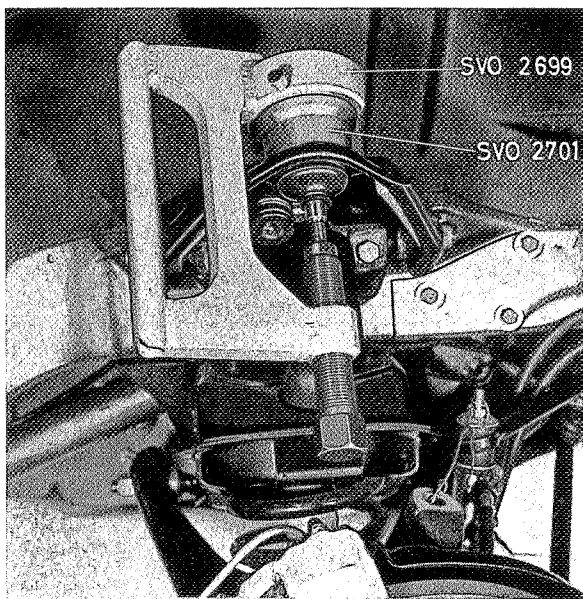

Fig. 6-19. Demontage kogelgewricht, bovenste draagarm
3. Los de moer van het bovenste kogelgewricht op, maar verwijder hem niet. Sla met een hamer op de fusee rondom de tap van het kogelgewricht, totdat dit los komt van de fusee. Verwijder de moer en ondersteun het bovenste deel van de fusee met ijzerdraad om spanning op de remslangen te voorkomen, zie Fig. 6-19.
4. Draai de moeren van de draagarmas 1/2 slag los. Til de draagarm wat op en druk het kogelgewricht eruit met persgereedschap SVO 2699 en huls SVO 2701, zie Fig. 6-19.